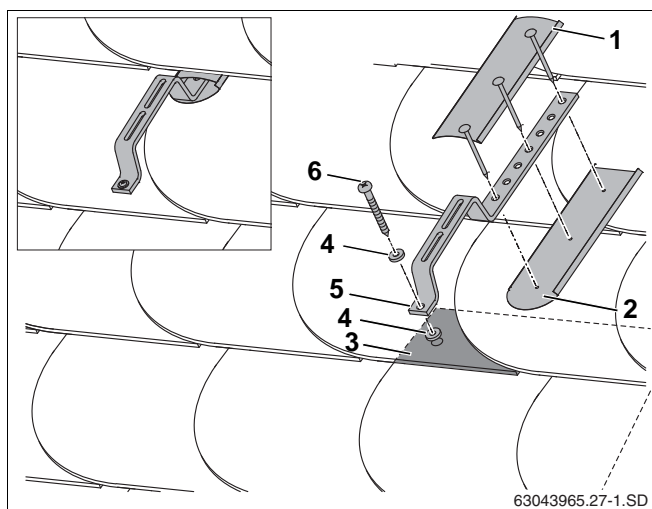

Fig. 26 Montering på tag med skifer-/tagspån
Med en skifer-/tagspåns-inddækning som eksempel vises monteringen af en specialtagkrog og vandtæt inddækning med plader på anvendelsesstedet (fig. 26, **pos. 1** og **2**).
- ▶ Montér specialtagkrogene (fig. 26, **pos. 5**) og tætningen (fig. 26, **pos. 4**) med skruen (fig. 26, **pos. 6**) på skifer-/tagspåns-inddækningen.
- ▶ For at sikre vandtæt montering skal der på installationsstedet monteres plader over og under specialtagkrogene (fig. 26, **pos. 1, 2**).
Specialtagkrogen skal ligge foran på multioverdækningen (fig. 26, **pos. 3**).